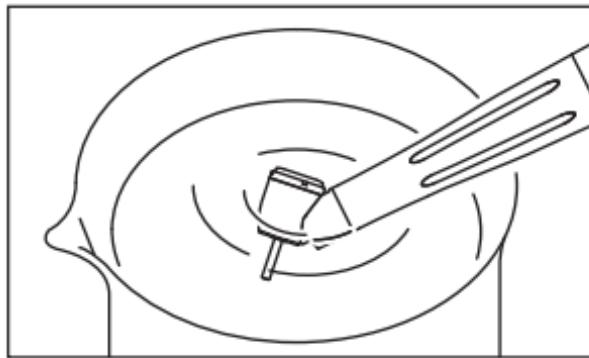

Fig. 7
- 3) Ruotare il manipolo e immergere metà della testina del manipolo nel bicchiere d'acqua (Fig. 7).